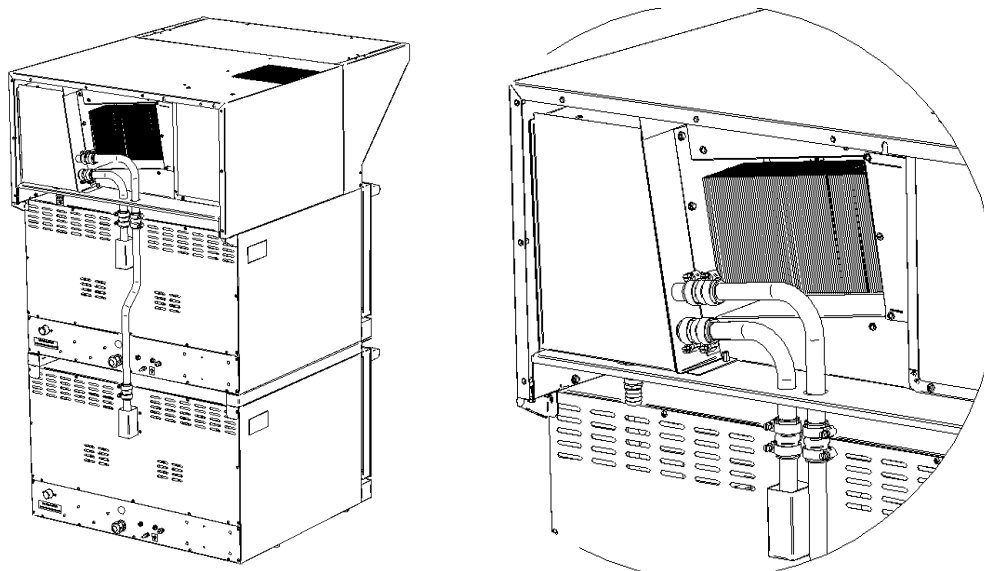

Рисунок 9
10.3. Совместить трубку из комплекта соединителя конвекционных печей КСП-4 (верхний) с верхней трубой пароконденсатора зонта, установив между ними соединитель ЗВВ-4-6/4П.03.00.007 с двумя патрубками ПКА6-11ПМ.1626.00.03.003 и стянуть хомутами 20-32 KOBOPOL из комплекта (см Рисунок 9);